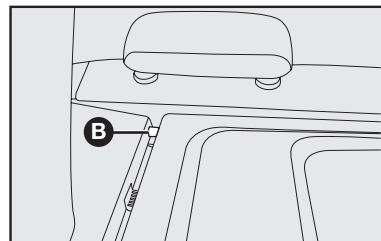

fig. 97
- 2) Suelte los pernos **B-fig. 97** de la repisa trasera de sus propios alojamientos y luego quítela.